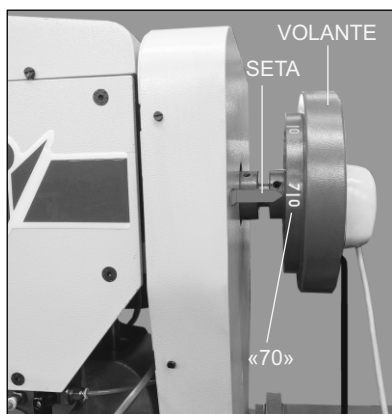

Figura 17
- ✓ Girar novamente o volante e posicionar a seta de referência no volante na posição 70 (figura 17), o parafuso que fixa a biela no flange de acionamento do estica-fio deverá ficar posicionado na posição máxima para baixo;